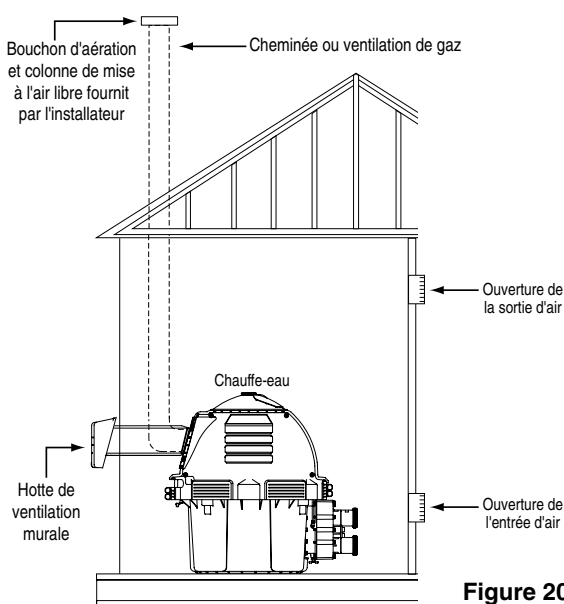

Figure 20.
**VENTILATION HORIZONTALE OU VERTICALE - PRESSION POSITIVE** (Voir les Figures 20, 21, et 22)**(Catégorie III)**
6. **Terminaison d'évacuation - Verticale** (Voir les Figures 20 et 21), pour la hauteur de la terminaison d'évacuation au-dessus du toit. Utiliser une terminaison d'évacuation homologuée et spécifiée dans les codes locaux et selon les directives du fabricant. Une terminaison d'évacuation doit être verticale. Au Canada, l'emplacement du couvercle de terminaison doit être à un minimum de 4 pieds (1,2 m) de distance horizontalement des compteurs électriques, des compteurs de gaz, des régulateurs et des soupapes de sécurité.